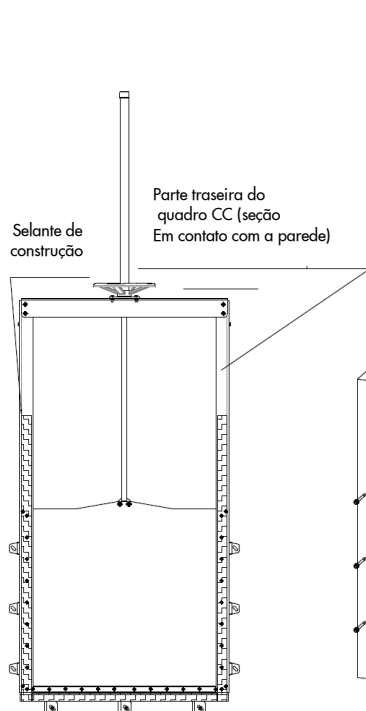

Figura 12
- Aplique o selante de construção em todo o perímetro do quadro, onde estará em contato com a parede. Sikabond/Sikaflex 11FC (200 ml/m) ou selante de construção equivalente deverá ser utilizado (consulte a Figura 12). Certifique-se de não aplicar o selante às vedações da comporta, guias e/ou haste, o que pode causar vazamento ou danos.